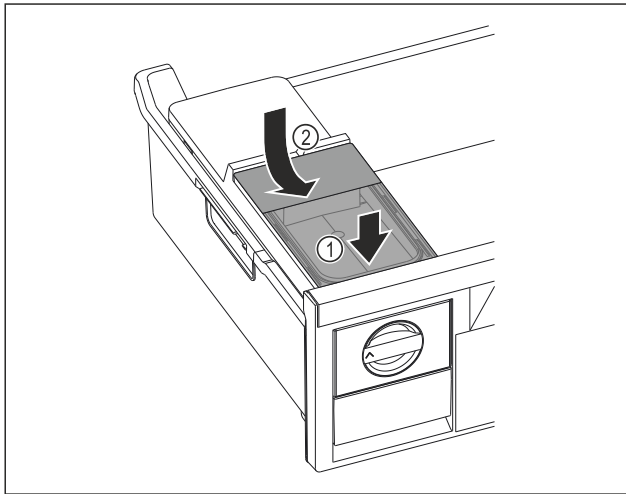

Fig. 81
- ▶ Colocar el depósito de agua por delante. Fig. 81 (1)
- ▶ Bajar el depósito de agua por detrás. Fig. 81 (2)